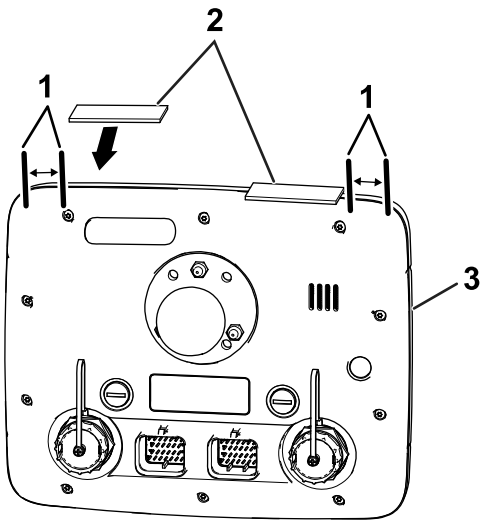

图2
2. 如图 2 所示在打药机监控器的顶部将胶粘带与打药机监控器对齐。